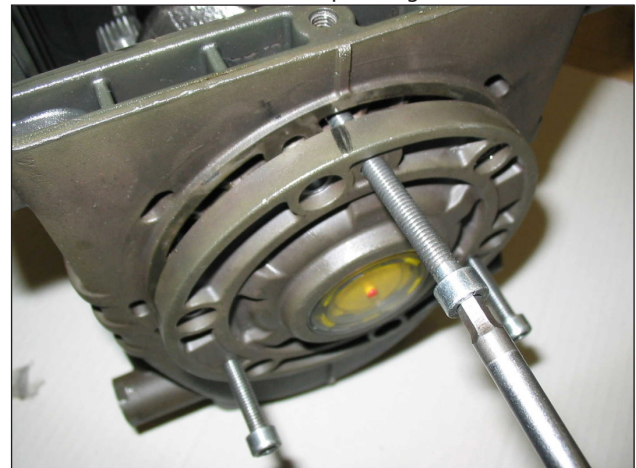

Fig. 3
- les couvercles latéraux en utilisant comme extracteur, 3 vis M6x50 entièrement filetées, et en les insérant dans les orifices filetés, comme l'indique la Fig. 3.